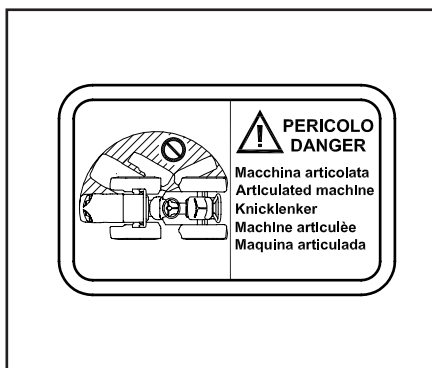

Fig. 2.30
28.6 Pericolo di schiacciamento articolazione (Fig.2.30)